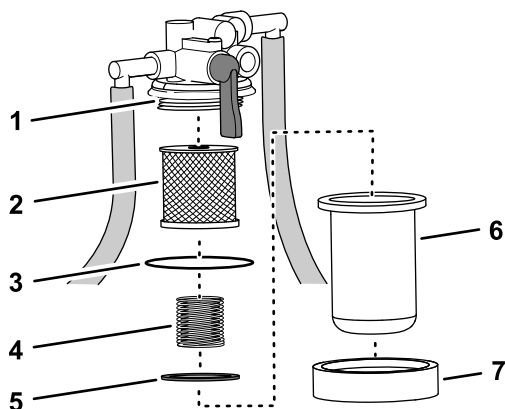

Figura 71
3. Coloque un recipiente debajo del cuerpo del filtro de combustible, retire la tuerca del cuerpo y retire el cuerpo del filtro del cabezal del filtro (Figura 71).
2. Monte el elemento del filtro en el cabezal del filtro; consulte Figura 71 en Retirada del elemento del filtro (página 59).
3. Monte el muelle y el flotador en el cuerpo del filtro de combustible; consulte Figura 71 en Retirada del elemento del filtro (página 59)
4. Monte el cuerpo de combustible y la tuerca del cuerpo en el cabezal del filtro y apriete la tuerca a mano; consulte Figura 71 en Retirada del elemento del filtro (página 59).